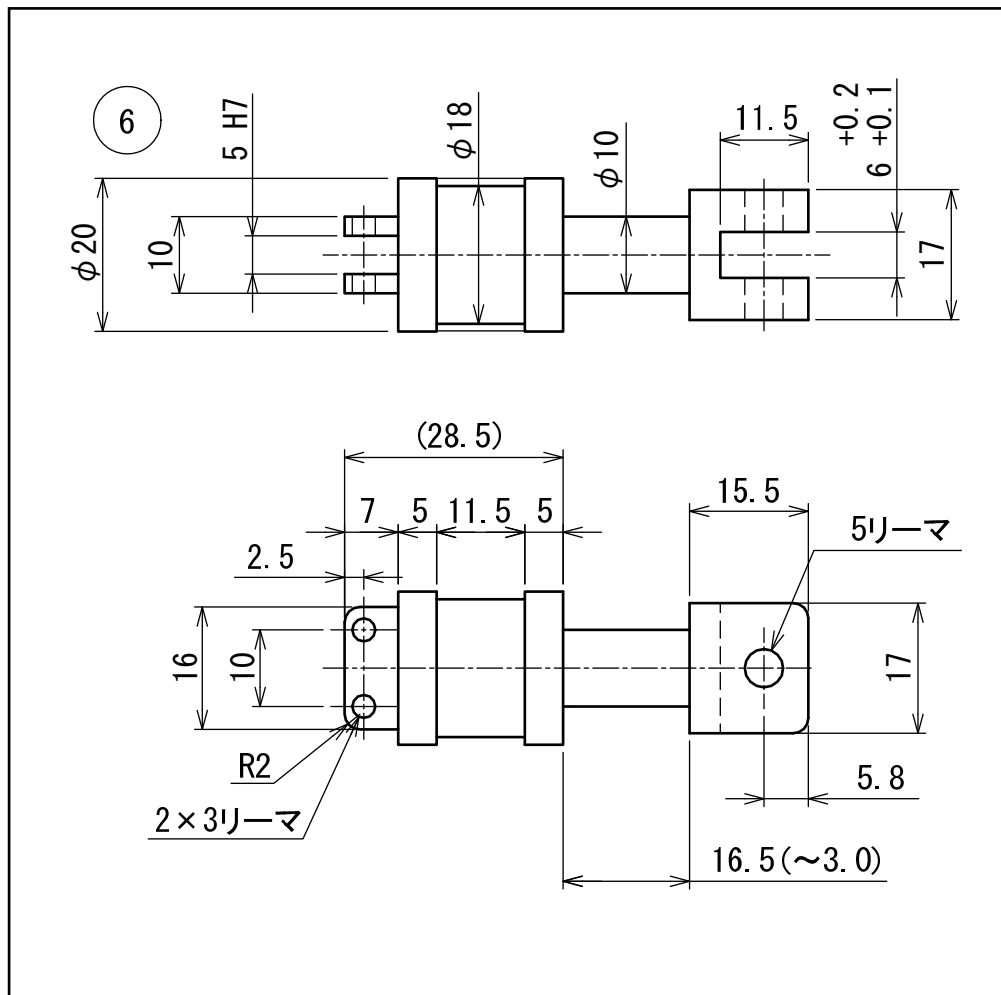

図 3
(ウ) 組立図における部品⑥は、アクチュエータを示しており、寸法については図3に示すとおりとする。